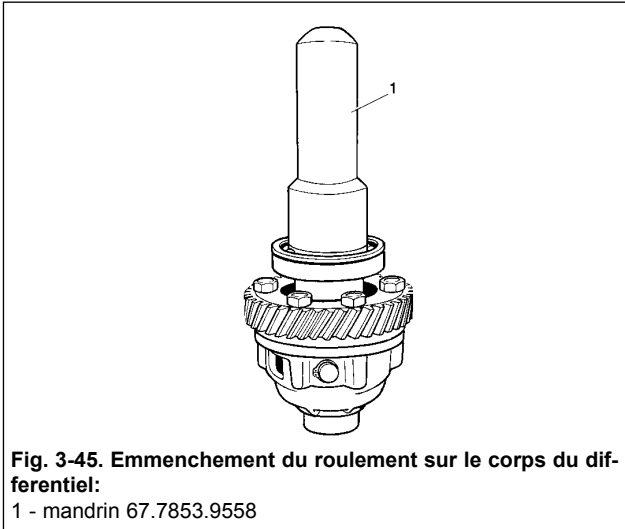

Fig. 3-45. Emmenchement du roulement sur le corps du différentiel:
- emmancher à la presse des roulements sur la cage du différentiel en utilisant l'outil 67.7853.9558 (fig. 3-45);